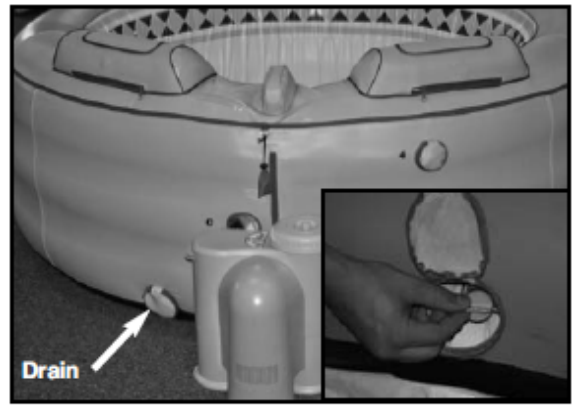

Fig 19
- 5 ドレイバルブ(Fig 19)のプラグを左に回してプラグを外して下さい(Fig 20 b)。この際に水が漏れるようであれば、インナーバルブがしっかりと閉まっています。